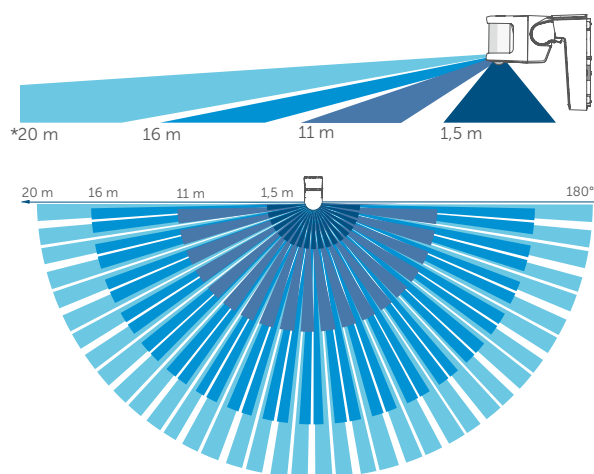

Abbildung 3
-  Die Erfassungslinse des Bewegungsmelders verfügt über mehrere Erfassungsebenen mit je 12 Segmenten. Damit lässt sich bei einem Öffnungswinkel von 180° eine Reichweite von bis zu 20 m erzielen. Der insgesamt mögliche Erfassungsbereich ist in Abbildung 3 zu sehen.